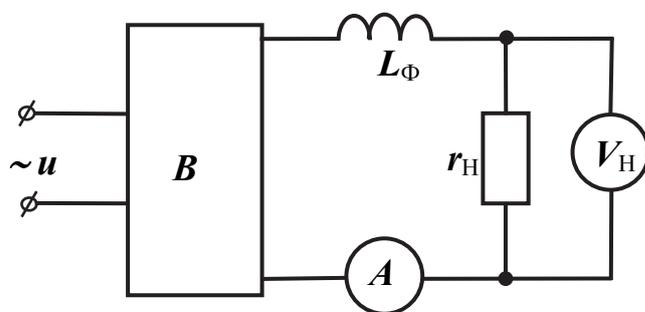

Рис. 22.4
4. Собрать схему однополупериодного или двухполупериодного выпрямителя с индуктивным фильтром на выходе (рис. 22.4). Последовательно с нагрузкой при этом включается катушка индуктивности  $L = 40 \dots 100$  мГн.